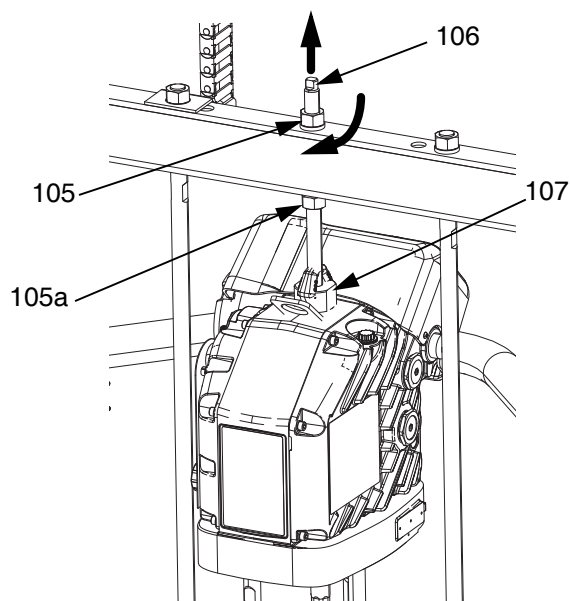

ABB. 24
- a. Schraubenschlüssel verwenden, um Mutter (105) auf Oberseite des Ram-Balkens zu drehen und Antrieb auf Unterpumpe abzusenken. Siehe ABB. 24 auf Seite 31. Mutter (105) nach oben drehen sie unter Ram-Balken festziehen. Mutter (105) unter Querbalken mit einem Anzugsmoment von maximal 34 N•m (25 ft-lb) festziehen.